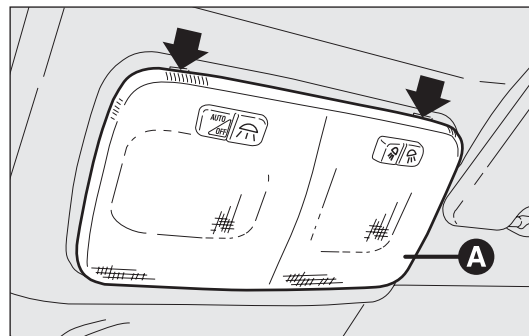
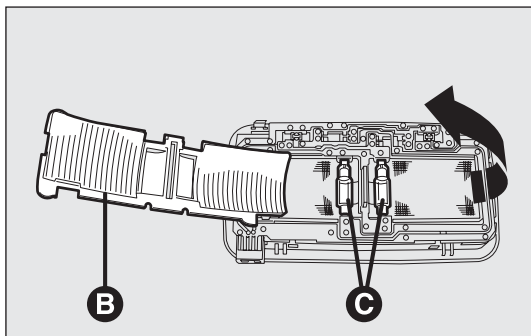

fig. 205
fig. 206
- maak het plafondlampje A-fig. 205 op de door de pijlen aangegeven punten los;
- ❑ open het beschermdeksel B-fig. 206;
- ❑ maak de lampen C-fig. 206 los uit de veercontacten aan de zijkant en vervang ze; controleer of de nieuwe lampen goed vastzitten in de veercontacten;
- ❑ sluit het beschermdeksel B-fig. 206 en plaats het plafondlampje A-fig. 205 in de zitting; controleer of het goed geborgd is.